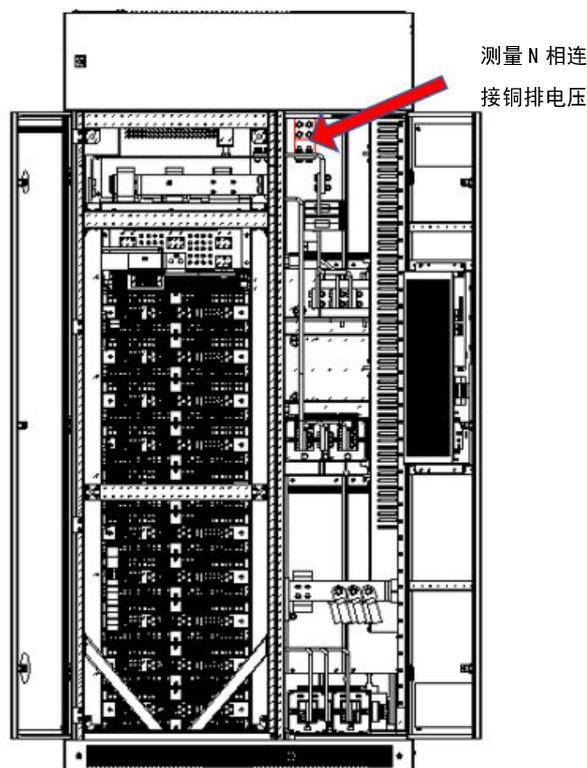

图3-12 测量 N 相连接铜排电压（打开设备后门）
4. 打开 UPS 电力模块后门，拆卸后部封板后使用万用表测量全部连接到 UPS 的铜排上的电压，确保无电击风险。因与 UPS 连接的 N 排与系统 N 排未隔离断开，请特别关注 N 与 PE 间的电压值，电压值应在安全电压以下才允许继续拆卸 UPS，反之，应停止拆除工作，N 排位置详见图 3-12。